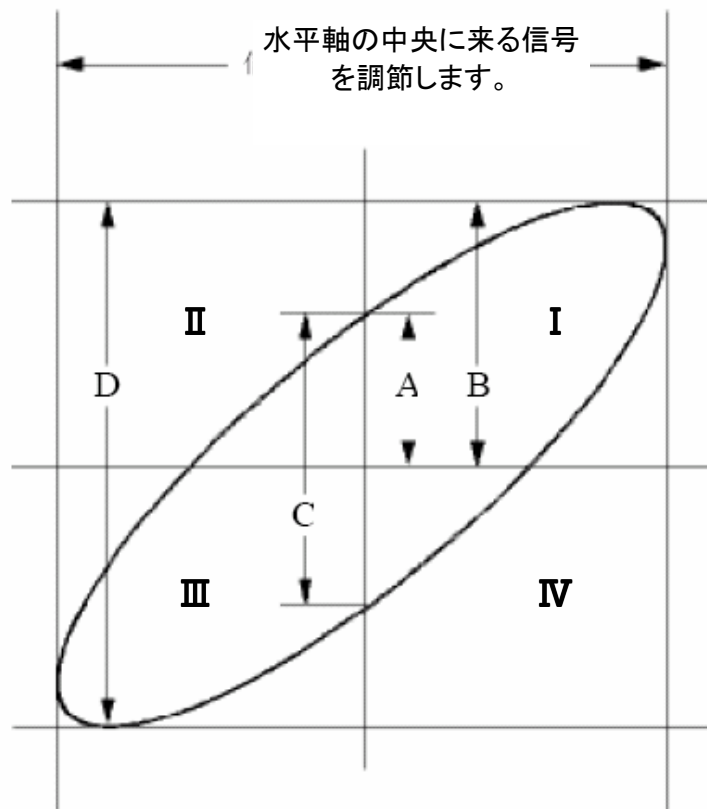

Fig. 62 リサーチグラフ
8. 楕円形のオシログラムが現れ、位相差を観測し、計算することができます。(Fig.62 参照)